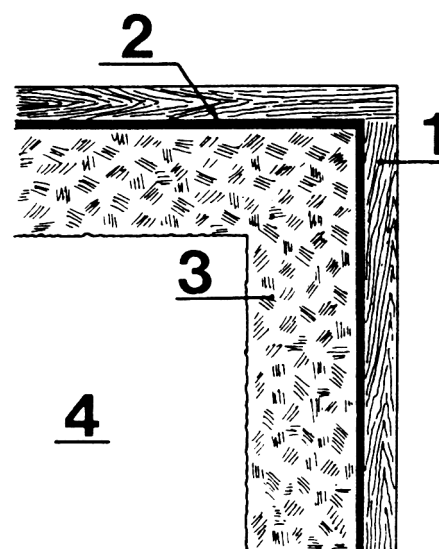

Fig 84. Isolering av motorrum
Omfattande prover har visat att en kombination av en 2,5 mm tjock ljudisoleringsskiva, kallad järn-PVC och en 20-30 mm tjock absorbtionsskiva ger ett utmärkt resultat. Isoleringsskivan som limmas direkt på väggarnas insida (2 fig 84) har till uppgift att styva upp väggen (1) (öka massan) och dämpa de vibrationer som frambringas av ljudenergin.
Absorbtionsskivan limmas i sin tur mot mattan (3 fig 84) och fungerar så att ljudvågorna tränger in i materialet och reflekteras ”kors och tvärs” mellan en mycket stor mängd små ytor som ligger i olika vinklar.